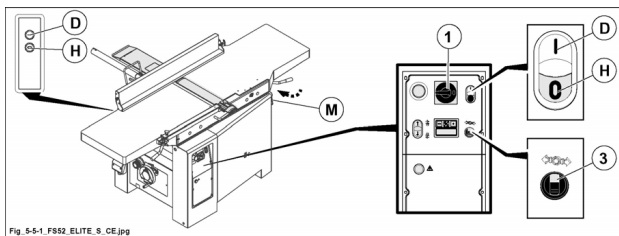

Fig. 5.5.1
- Verificare la perfetta chiusura dei piani a filo e bloccarli con l'apposita maniglia (M fig. 5.5-1).
- Ruotare su I (ON) l'interruttore generale lucchettabile (1 fig. 5.5-1).
- Premere il pulsante (D fig. 5.5-1) per avviare il gruppo operatore.
- 1) Premere il pulsante (H fig. 5.5-1).
- 2) Ruotare su "0" (OFF) l'interruttore generale lucchettabile (1 fig. 5.5-1).
è vietato arrestare il motore ruotando il selettore (3 fig. 5.5-1) sul simbolo ; freno motore sbloccato lampada spia accesa.